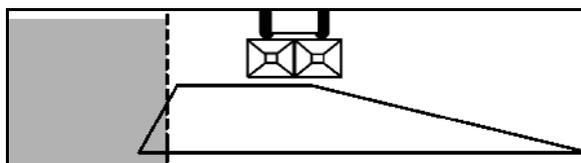

Fig. 49
3. Dispersión en borde (Fig. 49):